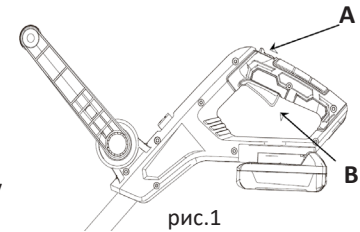

рис.1
- Натисніть кнопку вимкнення блокування (В) і одночасно натисніть на курковий перемикач (А). (Див. рис.1).